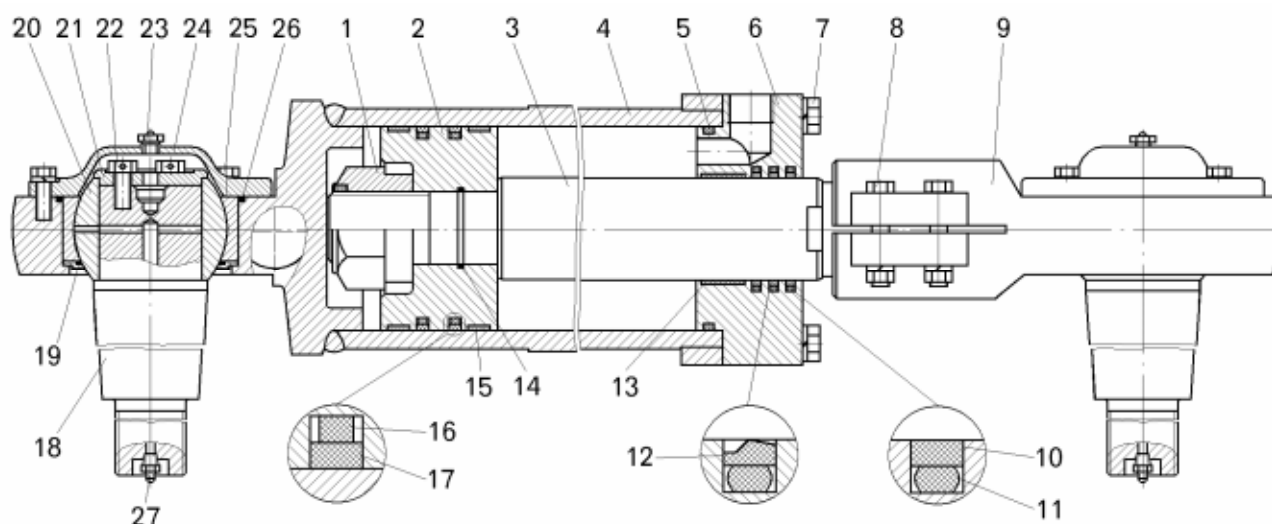

Рисунок 9.12 – Цилиндр поворота:
- отвернуть болты 7 (рисунок 9.12) крепления передней крышки 6 гидравлического цилиндра поворота;